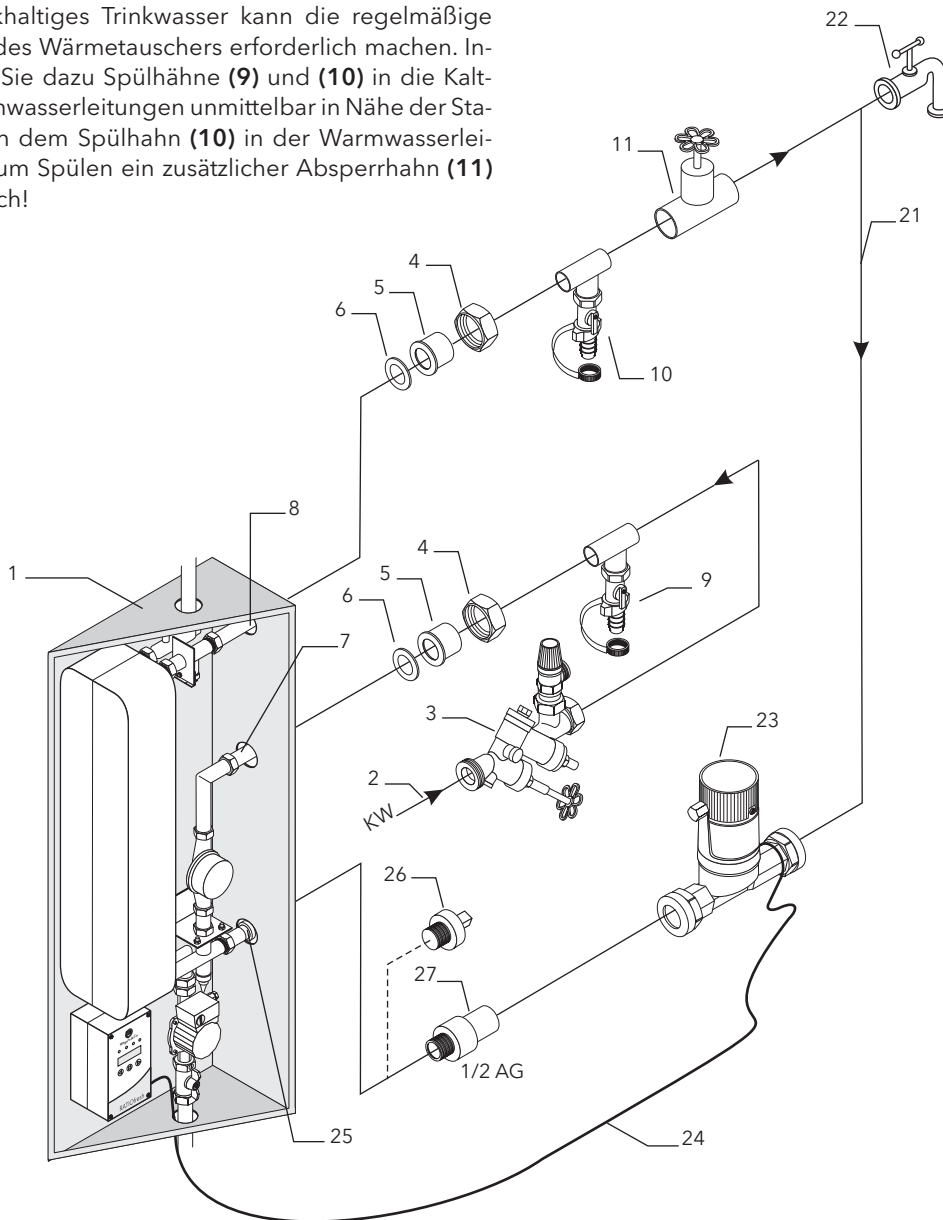

Bild 6 Trinkwasser anschließen
Grundsätzlich sind alle warmwasserführenden Teile durch Korrosion und Wassersteinbildung (Verkalkung) gefährdet, besonders bei Temperaturen über 60 °C und bei aggressivem Wasser. Sie sollten daher möglichst keine Warmwassertemperaturen über 60 °C wählen. Bei Carbonathärten unter etwa 10° dH und Temperaturen kleiner 60 °C ist eine wesentliche Steinbildung nicht zu erwarten. Hat Ihr Trinkwasser höhere Kalkgehalte, empfehlen wir bauseitig verkalkungsmindernde Maßnahmen. Ist eine regelmäßige Entkalkung des Platten-Wärmetauschers erforderlich, sollten bei der Montage Spülhähne (Bild 6) installiert werden.
3.4 Trinkwasser anschließen (Bild 6)
Kaltwasser- und Warmwasseranschlüsse sind nach den Vorschriften des örtlichen Wasserversorgers an der Frischwasserstation anzuschließen. Wir empfehlen den Anschluss an das Trinkwassernetz nach Bild 6.
- Im Kaltwasserzulauf (2) ist nach DIN 1988 eine Sicherheitsgruppe (3) mit Absperr-, Sicherheitsventil und Rückschlagklappe einzubauen. Es darf keine Absperrung zwischen der RATIOfresh-Station (1) und der Sicherheitsgruppe (3) vorhanden sein. Zum Anschluss der Rohrleitungen an den Kaltwasserzulauf (7) der Station verwenden Sie bitte die als Zubehör erhältlichen Tüllensets mit 1" Überwurfmutter (4), Löttülle 22 mm (5) und Flachdichtung (6) oder alternativ Gewindetüllensets.
- Den Warmwasserabgang der Station (8) ebenfalls mit Tüllen- oder Gewindetüllenset an das Warmwassernetz anschließen und gut dämmen. Flachdichtungen (6) nicht vergessen!
- Stark kalkhaltiges Trinkwasser kann die regelmäßige Spülung des Wärmetauschers erforderlich machen. Installieren Sie dazu Spülhähne (9) und (10) in die Kalt- und Warmwasserleitungen unmittelbar in Nähe der Station! Nach dem Spülhahn (10) in der Warmwasserleitung ist zum Spülen ein zusätzlicher Absperrhahn (11) erforderlich!
3.5 Zirkulation anschließen (als Option, Bild 6)